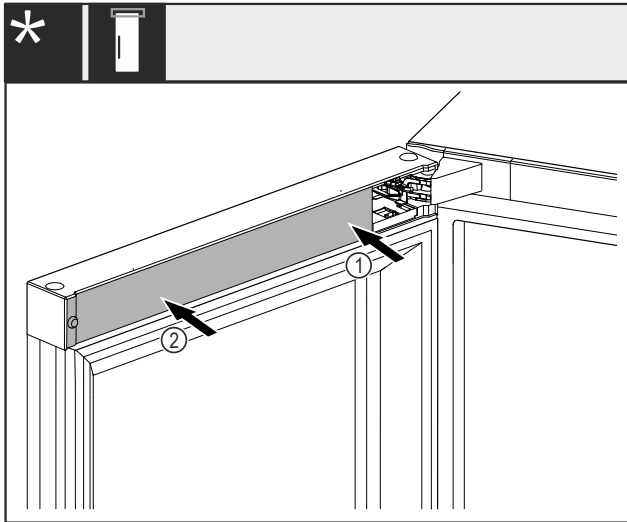

Fig. 49 *
- ▶ Установите крышку Fig. 49 (1) сначала на стороне опорного кронштейна и зафиксируйте ее.*
- ▶ Установите крышку Fig. 49 (2) на внешней стороне и зафиксируйте ее.*